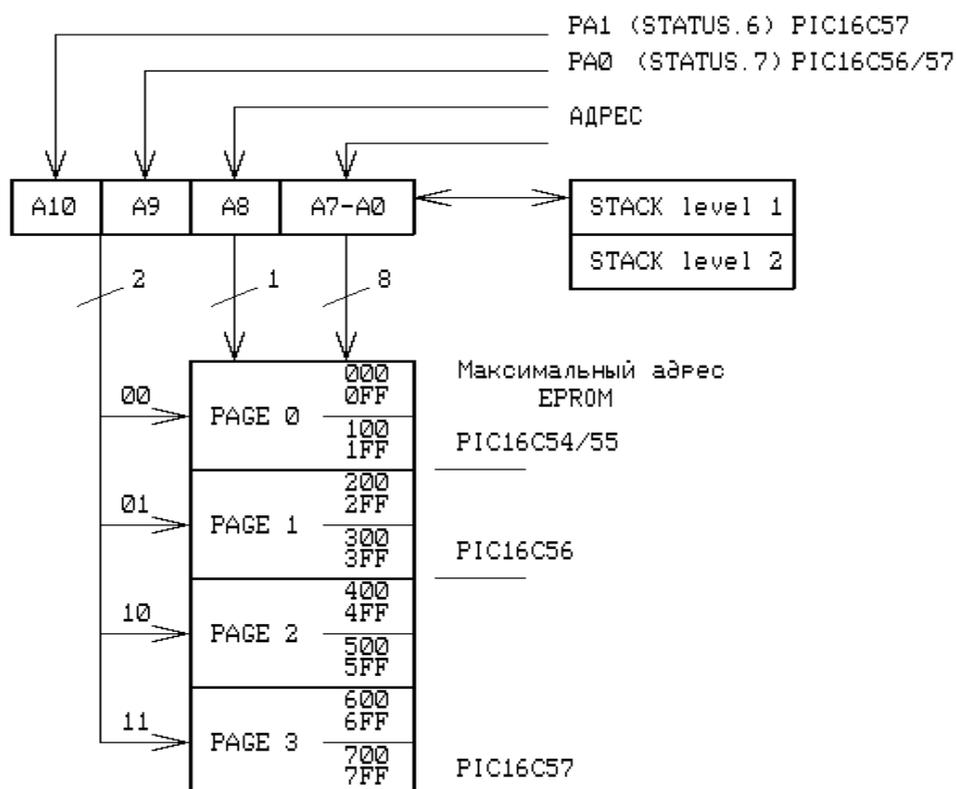

Рис. 5. Организация программной памяти контроллера PIC16C5X.
Встроенная программная память (EPROM) имеет ширину слова 12 бит. Организация программной памяти представлена на рис. 5. Прямо адресованы могут быть до 512 (000h – 1FFh) слов программной памяти. Программная память большего объема адресуется постранично, путем выбора одной из четырех доступных страниц, длиной 512 слов каждая. Переключением страниц заведуют биты PA0 и PA1 в регистре словосостояния (STATUS) для контроллеров PIC16C56 и PIC16C57. Последовательность выполнения программы контролируется программным счетчиком (PC), который автоматически инкрементируется во время исполнения программы. Управление ходом программы, с поддержкой разных режимов адресации (непосредственная, косвенная, относительная), может осуществляться следующими командами: проверка бита и перескок (Bit Test and Skip), вызов подпрограммы (Call), безусловный переход (Goto), загрузка вычисленного адресов программный счетчик. Встроенный двухуровневый стек (STACK) используется для возврата из подпрограмм.